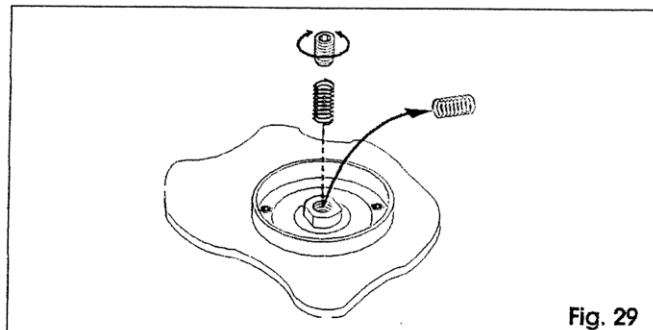

Fig. 29
- Siłownik jest dostarczany seryjnie ze sprężyną regulacyjną sprzęgła dla bram do 1000 Kg. Dla bram o większym ciężarze użyć sprężyny odpowiedniej do ciężaru bramy. Celem wymiany sprężyny postępować jak na rys.29.